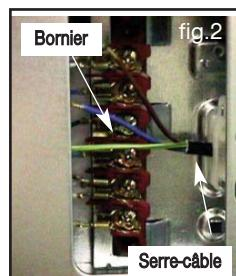

fig 2
- Cote de profondeur d'encastrement entre le mur à l'arrière et l'avant de l'appareil : **610 mm** (voir fig. 2, vue de dessus).
- Desserrez les vis du serre-câble (**fig.2**).
- Introduisez le câble d'alimentation par le côté du capot et dans le serre-câble situé à droite du bornier. (Reportez-vous au tableau de la page précédente pour le choix de la section du câble) (**fig.2**).